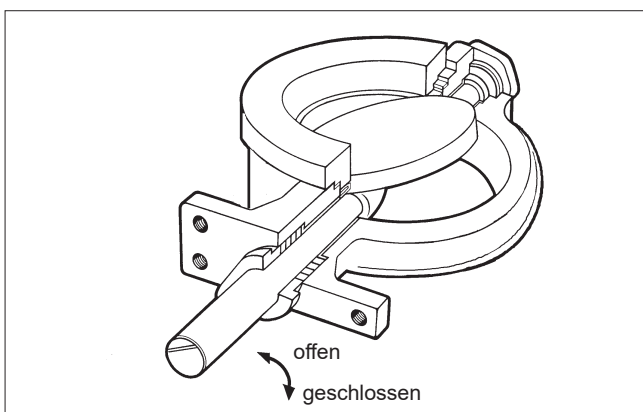

Abb. 12 Offene und geschlossene Position des Ventils.
Die Markierungslinie parallel zur Klappenscheibe auf dem Ventilwellenkopf zeigt grob die geschlossene Position der Klappenscheibe (siehe Abb. 12).
- Prüfen Sie die Position zwischen dem Sitzring und der Klappenscheibe. Das Ventil schließt im Uhrzeigersinn (siehe Abb. 12).
- Drücken Sie die Wellen in die Klappenscheibenbohrungen. Gleichen Sie die Stiftbohrungen aus. Die Wellenposition (11) gegenüber der Scheibe muss entsprechend Abb. 12 sein.
- Installieren Sie die Dichtung (18) und den Blindflansch (10). Schrauben für den Blindflansch müssen gleichmäßig angezogen werden. Ein uneben angezogener Blindflansch kann Schäden am Sitz verursachen.
- Installieren Sie die Gehäusedichtung (19) und den Klemmring (2). Siehe Details in Abschnitt 5.5.
- Prüfen Sie die Kontaktlinie zwischen dem Sitzring und der Klappenscheibe (siehe Abb.12).